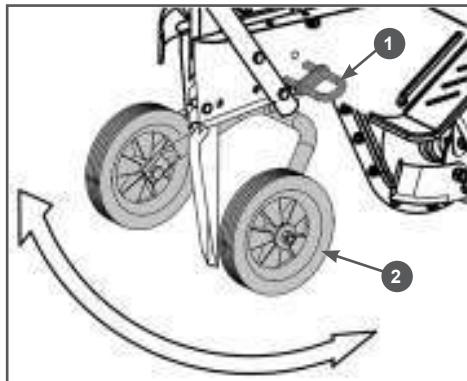

Рис. 17 Подъём транспортируемых колёс
2. С усилием потяните за стопор 1 вилки колес и вытяните его из рамы мотокультиватора. Поднимите транспортировочные колеса 2 в максимально верхнее положение, после чего отпустите отпустите стопор 1, колеса должны остаться в поднятом положении (Рис. 17). При необходимости, пошатайте колёса вверх-вниз для того, чтобы стержень стопора вошел в отверстие в вилке колёс.